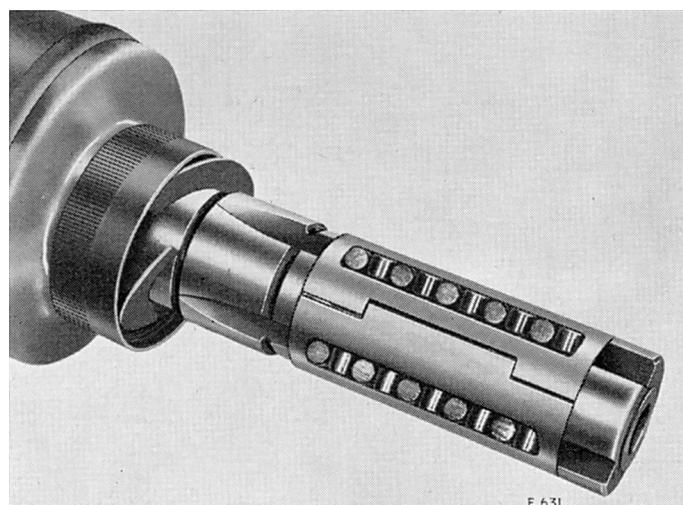

Fig. 6. Vue éclatée de la partie télescopique
Remplir les quatres rainures le long de l'arbre (7) avec la graisse spécifiée à la page 2.402. Monter les guides de rouleaux (8) et, à travers la fente, placer dix rouleaux dans chaque rainure, comme indiqué Fig. 6.